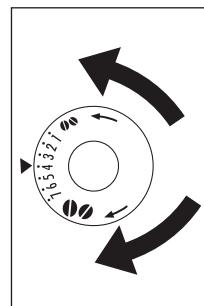

Fig. 40
- Para uma dispensa mais lenta e um café mais cremoso, rode um "clique" no sentido contrário ao dos ponteiros do relógio (café pré-moído mais fino). Para uma dispensa mais rápida (e não uma gota de cada vez), rode um "clique" no sentido dos ponteiros do relógio (café pré-moído mais grosso) (Fig. 40).